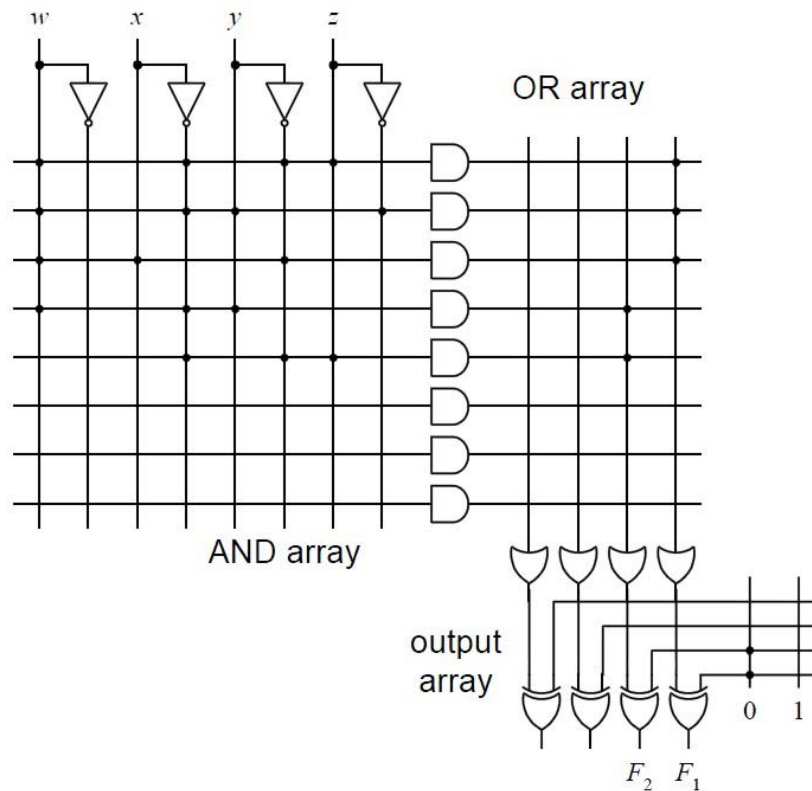

Figura 8
11. Determine la función de transferencia f_1 y f_2 que se representa en la figura 8.